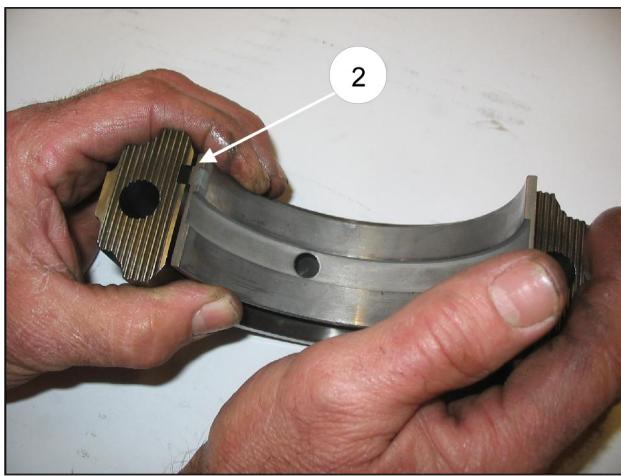

图6/a
如拆除了活塞导杆，在重新组装前应检查O型密封环(①, 图6/b)的定位，如有需要应予以更换。